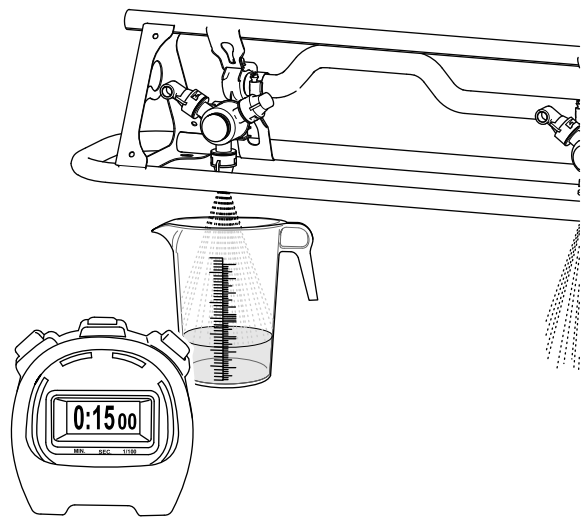

Figura 170
3. Vaya a la parte trasera de la máquina, coloque el recipiente colector debajo de una de las boquillas y ponga en marcha el cronómetro (Figura 170).